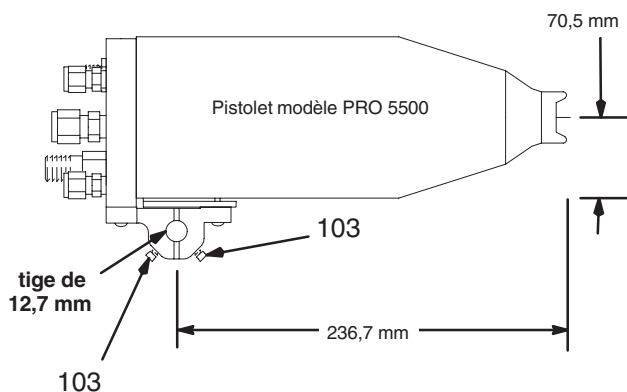
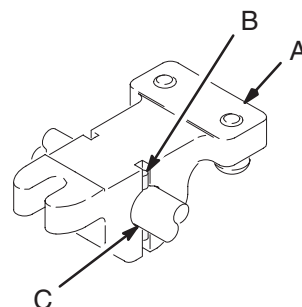

Fig. 3
Fig. 4
1. Desserrer les deux boulons carrés (103) et faire glisser le support sur une tige de montage de 12,7 mm. Voir la Fig. 3.
2. Mettre en place le pistolet et serrer fermement les deux boulons (103).
REMARQUE: Pour renforcer la stabilité de la position, le support de montage (A) dispose d'une rainure de 3,2 mm où une goupille de positionnement (B– non comprise) peut être placée au travers de la tige de montage (C). Voir la Fig. 4.